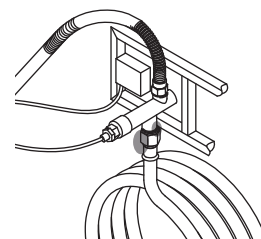

Figure 8
- Le tuyau et l'entrée de gaz de l'appareil (voir Figure 8)